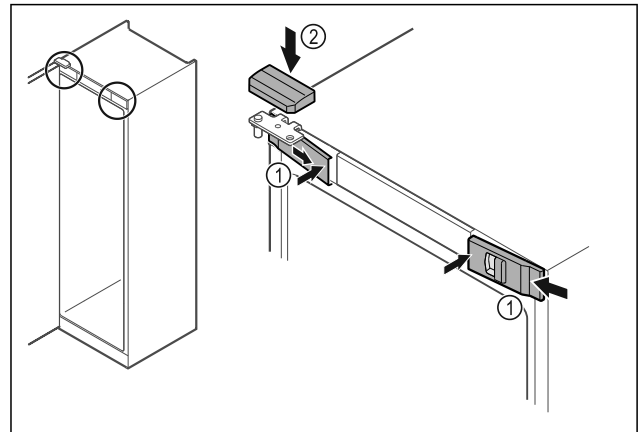

Fig. 55
- Αναρτήστε τα μπροστινά καλύμματα Fig. 55 (1) στο πλάι και κουμπώστε τα εσωτερικά.
- Κουμπώστε το επάνω κάλυμμα Fig. 55 (2) από πάνω.